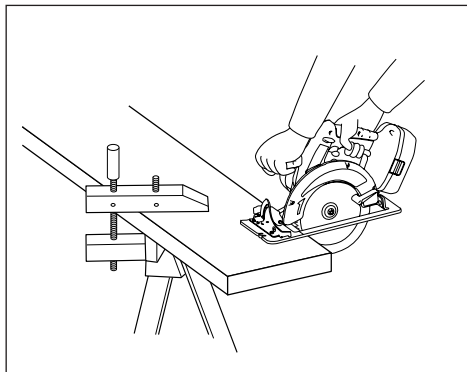
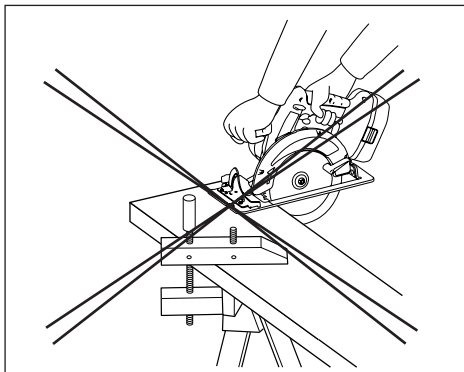

Fig. 12
Fig. 13
1. Placez la partie la plus large du sabot sur la partie de la pièce ouvragée qui est solidement soutenue (Voir la fig. 12), et jamais sur la section qui s'affaîssera à la fin du sciage (Voir la fig. 13).